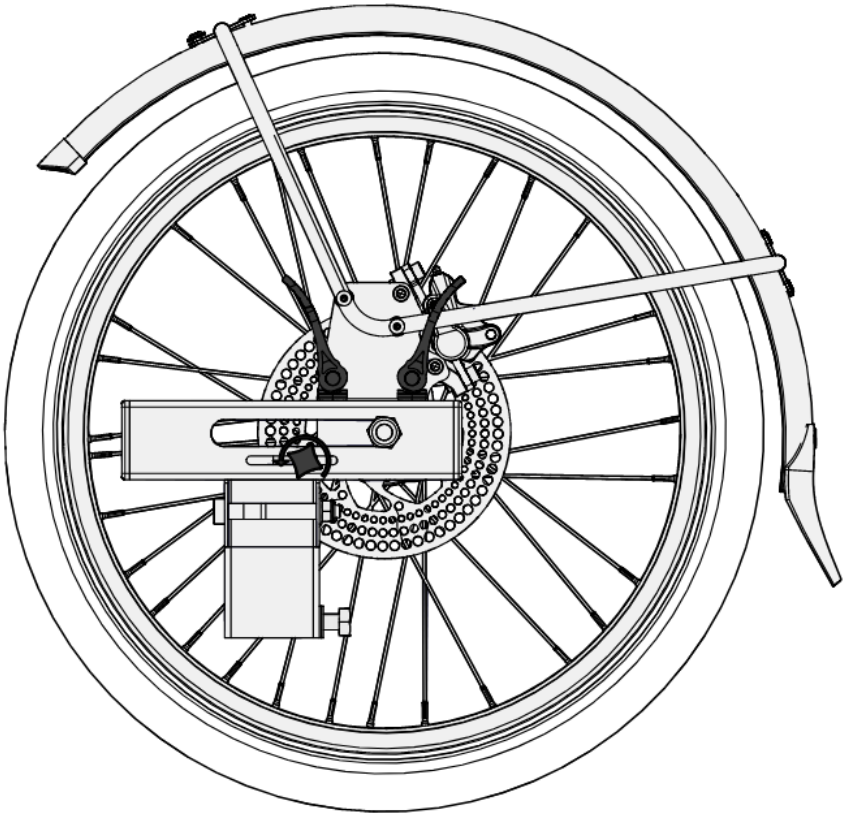
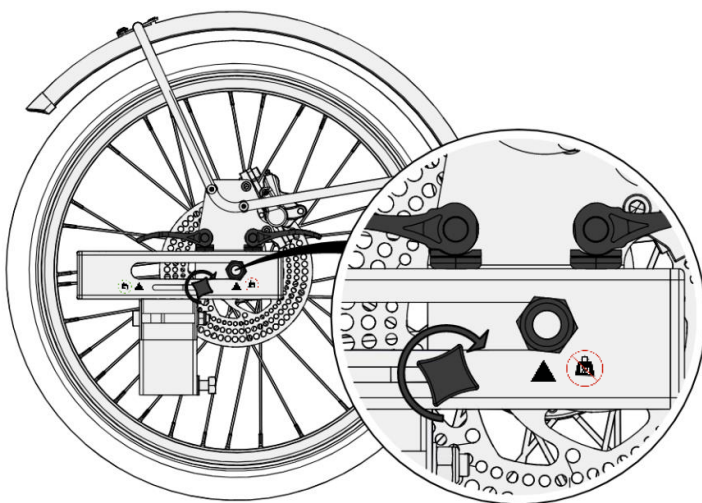

Figure 18 : Leviers et molette de serrage desserrés sur la roue droite
Figure 19 - Premier positionnement des roues (ici roue droite)
- Dans un premier temps, les roues doivent être positionnées le plus en arrière possible (position sans charge) (Cf. figures 18 et 19). Positionnez le frein en position parking. Desserrez les deux leviers excentriques ainsi que la molette de verrouillage comme sur la figure 18, et faites coulisser la roue vers l'arrière **en la saisissant par le moyeu**. Une fois celle-ci en position, resserrez les leviers excentriques et la mollette de verrouillage (Cf. figure 19). Procédez de même avec l'autre roue de manière que les deux roues soient positionnées au même niveau. Voir chapitre 9.F.